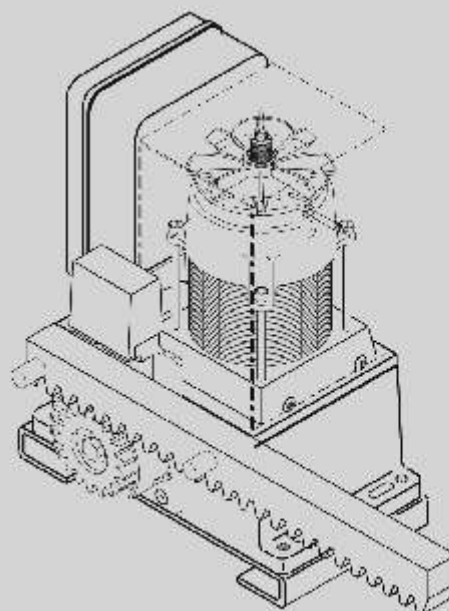

Fig. 4 / Abb.4
7. Das erste Zahnstangenelement in Übereinstimmung mit dem Abstandhalter auf den Ritzel aufsetzen und die Position anzeichnen (Abb. 4).
7. Zet een element van de tandheugel op het tandwiel ter hoogte van het eerste afstandsstuk en teken de positie af (fig. 4).